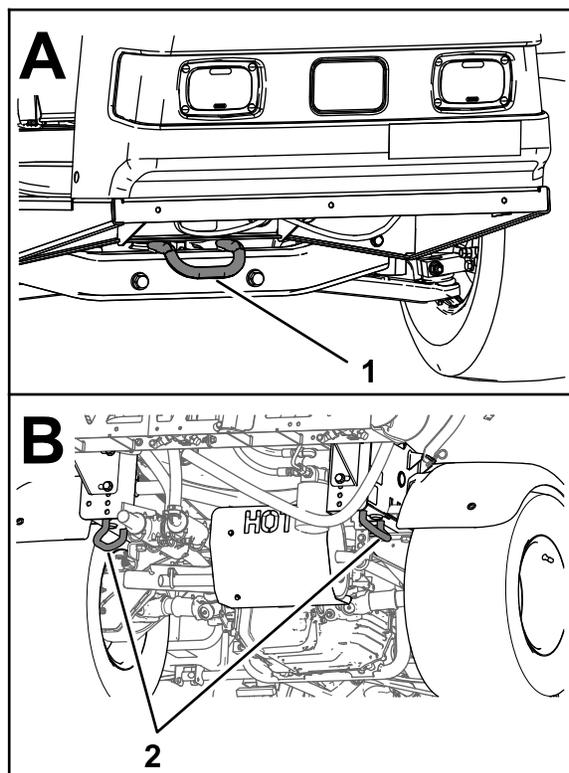

图34
- 将机器牢固地栓系在运输车辆上; 图34所示为机器的栓系环位置。